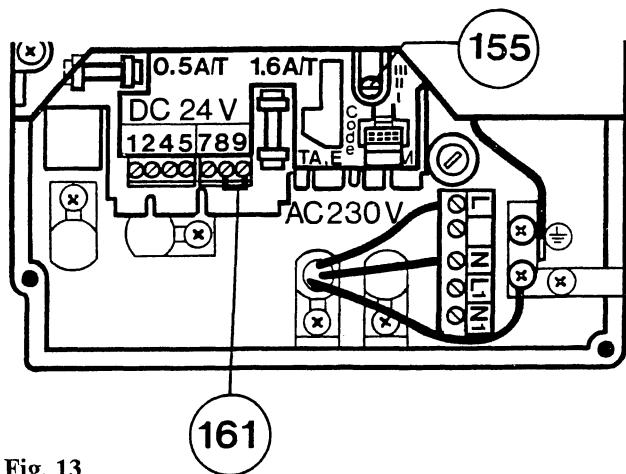

Fig. 13
- Collegare il cavo ai morsetti L, N e (fig. 13).
Gli apparecchi vengono forniti con la pompa predisposta per il modo di funzionamento II. Il tipo di funzionamento può venir variato mediante il commutatore 155, fig. 13